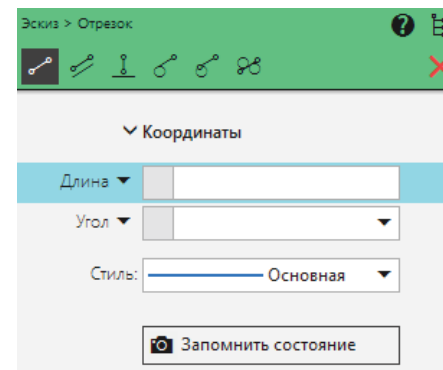

Рисунок 1.12 – Командная строка «Отрезок»
**1 Отрезок.** Как следует из названия, функция «Отрезок» создает отрезок по заданным вами параметрам. Так как команда комплексная, здесь присутствуют различные варианты для задания свойств отрезка (рисунок 1.12).